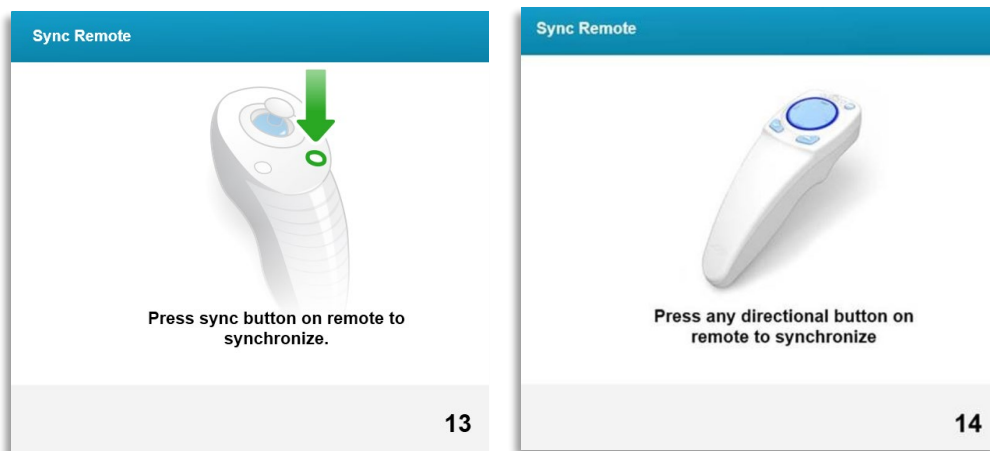

Bild 3-16. Synkronisera fjärrkontroll
- o Meddelande "Synkroniserad inpassning för fjärrkontroll" (Sync alignment remote) kommer att visas på skärmen i 15 sekunder, vilket visas på bild 3-16.